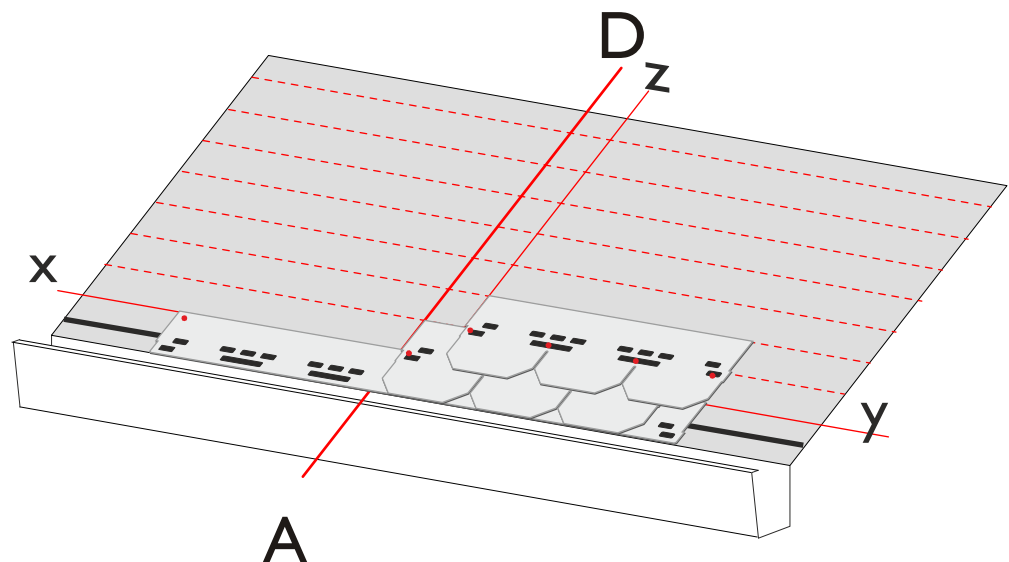

Fig. 4 - Sequenza di 2 tegole
- La posa della prima fila di tegole inizia allineando la tegola alla linea AD (Fig. 4).
- La posa della seconda fila tegole inizia allineando la tegola alla linea z (Fig. 4).